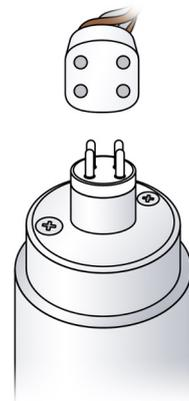

图 3
- c) 取下侧面检修盖 (顺时针或逆时针旋转螺钉 90 度)。(图 3)
- 将灯管连接器连接到紫外线灯的末端，确保连接器与插针正确对齐。（参见上一页图 3）